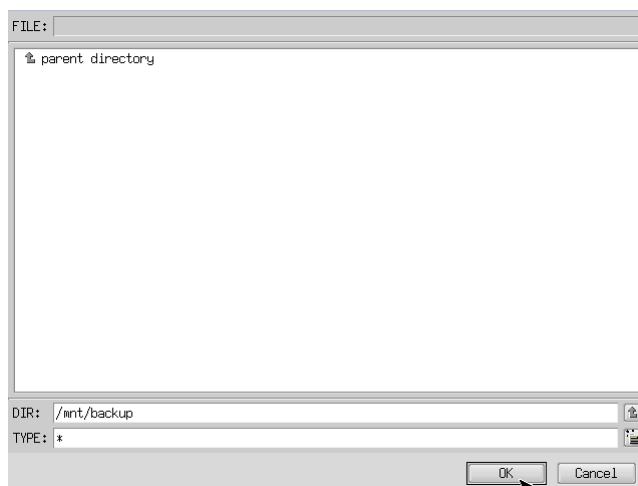

図 6-3-3. フォルダ参照画面
- ⑦ フォルダ参照画面（図 6-3-3）が表示されます。②で接続したパーティションは、/mntにマウントされるので、/mnt以下のフォルダを選択してください。[OK]を押すとフォルダ選択画面にもどります。